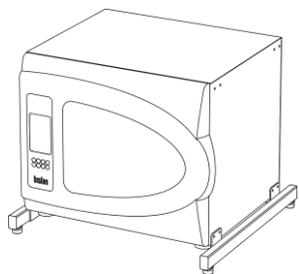

Рисунок 4. Монтаж 3 приборов, нижний прибор
- 5.5.1. Нижний прибор (рисунок 4):